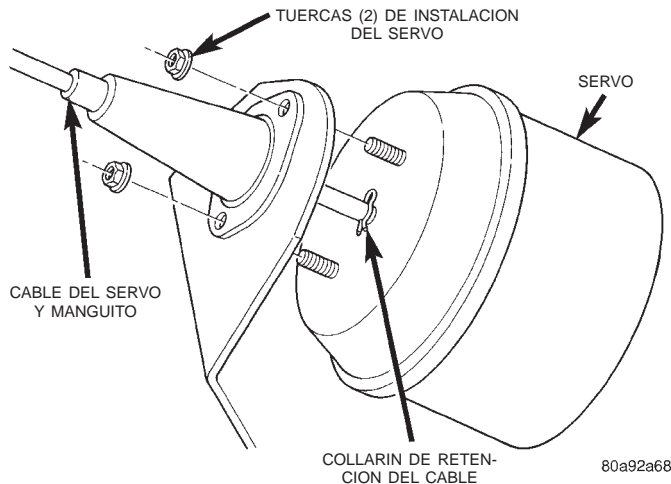

Fig. 2 Desmontaje e instalación del collarín del cable—Característico
(11) Si se retira el servo de su soporte de instalación, retire las dos tuercas de instalación que sujetan el manguito del cable del servo al soporte (Fig. 2).
(12) Tire del manguito del cable de control de velocidad para alejarlo del soporte de instalación del servo, a fin de exponer el collarín de retención del cable (Fig. 2) y retire el collarín. Nota: El soporte de instalación del servo que se muestra en la (Fig. 2) es un soporte característico que puede o no ser aplicable a este modelo de vehículo.
- (1) Sitúe el servo en el soporte de instalación.
- (2) Alinee el orificio del conector del cable con el orificio del pasador del servo e instale el collarín de retención del cable al servo.
- (3) Inserte los espárragos de instalación del servo a través de los orificios del soporte de instalación del servo.
- (4) Instale las tuercas de instalación del cable del servo (Fig. 2) y apriételas con una torsión de 8,5 N·m